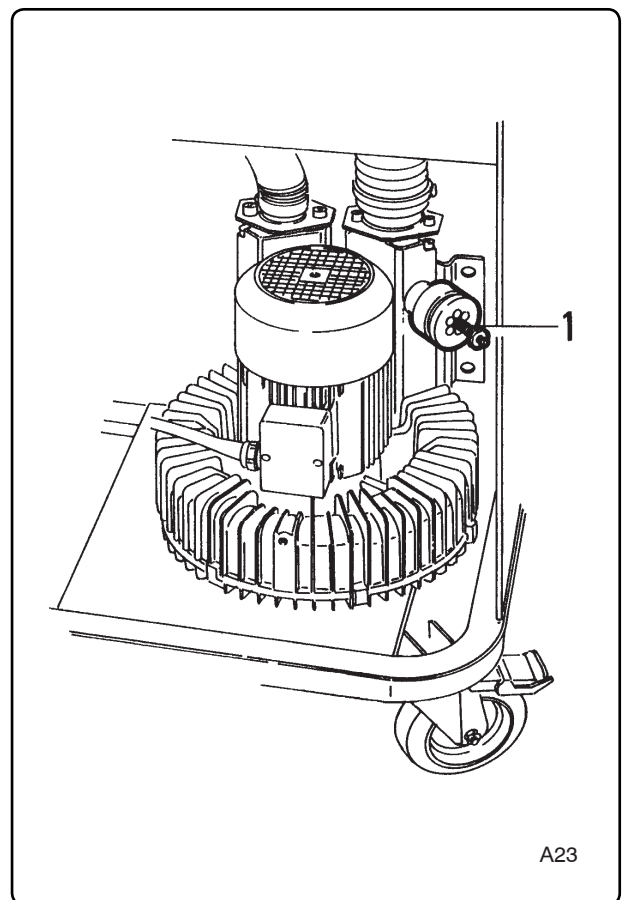

Fig. 6.4.4
6.4.4 - Valvola limitatrice (fig. 6.4.4)
6.4.4 - Limiting valve (fig. 6.4.4)
6.4.4 - Válvula limitadora de presión (fig. 6.4.4)
6.4.4 - Drukbegrenzingsventiel (afb. 6.4.4)